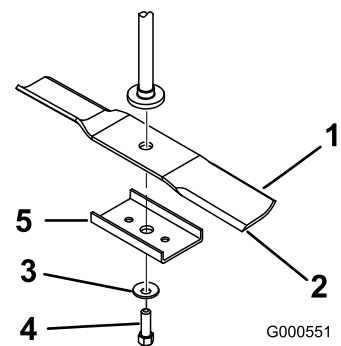

Figura 48
Tenete l'estremità della lama con un cencio o un guanto bene imbottito. Togliete il bullone, la rondella curva, il rinforzo della lama e quest'ultima dall'asse del fusello (Figura 48).
1. Montate la lama sull'asse del fusello (Figura 48).
- Montate il rinforzo della lama, la rondella curva (lato concavo verso la lama) ed il bullone della lama (Figura 48).